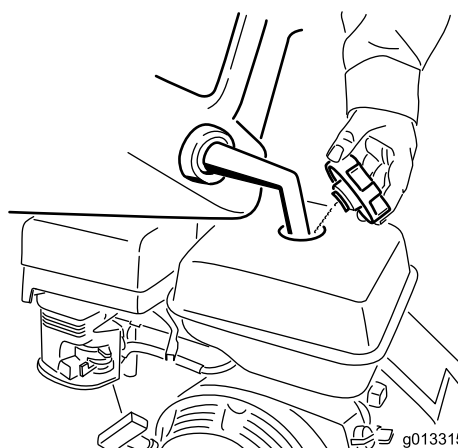

Bild 11
3. Reinigen Sie den Bereich um den Tankdeckel herum und nehmen Sie den Deckel ab (**Bild 11**).